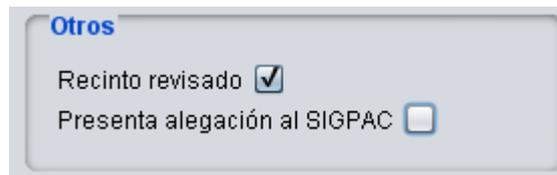

Fig. 52
**Nota:** para acceder a la información sobre si un recinto ha sido revisado o no se sigue la ruta de menú “Declaraciones – Delimitación de superficie – Editar - Recinto”, (o sobre el recinto seleccionado se marca con el botón derecho del ratón en “Editar recinto”), de manera que se habilita la ventana “Edición de recinto”, donde en el apartado “Otros” se observa si tiene marcado “Recinto revisado” o no. (Fig. 52)